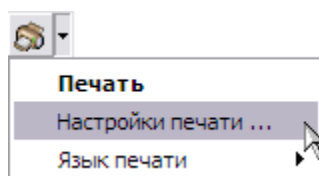

Рис. 5.244
1. На панели инструментов **Стандартная** откройте выпадающий список инструмента **Печать** , нажав на кнопку  (Рис. 5.244).